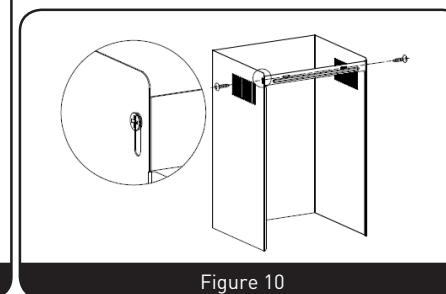

Figure 10
- Avec 2 vis ST4x8 mm, fixez le support de cheminée supérieure sur la cheminée supérieure. (Figure 10)